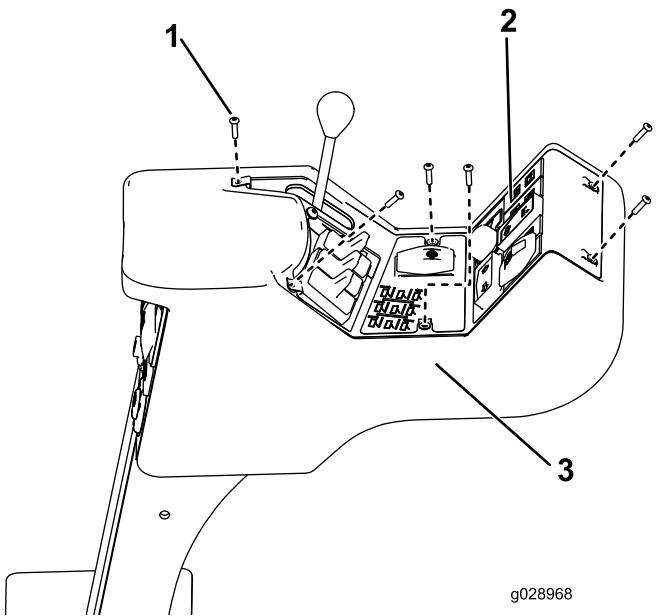

Bild 25
1. Entfernen Sie die 6 Schrauben, mit denen das Armaturenbrett an der Steuerkonsole (Bild 25) befestigt ist.
4. Montieren Sie das Armaturenbrett an der Steuerkonsole (Bild 25) mit den 6 Schrauben, die Sie in 5 Einbauen der Schalter \(Seite 11\) entfernt haben.